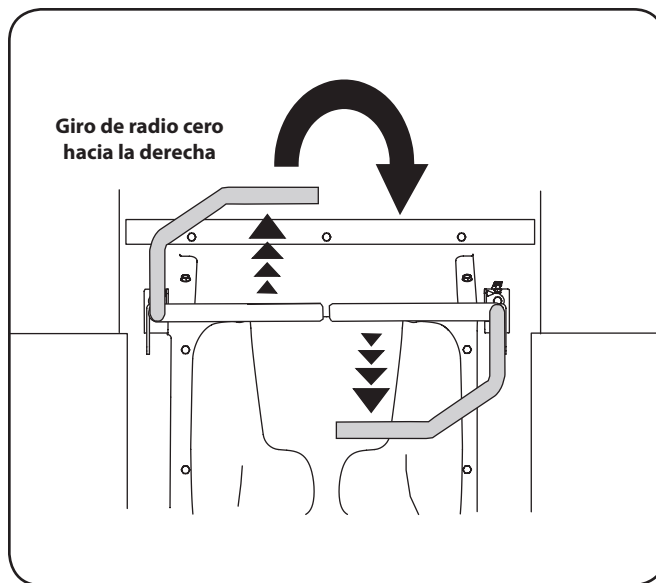

Figura 5-9
2. Para girar hacia la derecha, mueva la palanca de control izquierda hacia adelante mientras mueve simultáneamente la palanca de control derecha hacia atrás. Vea la Figura 5-9.